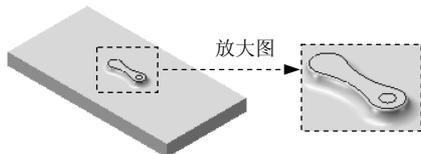

图 4.4.19 创建分割线 1
Step7. 创建图 4.4.19 所示的分割线 1。
(1) 选择命令。选择下拉菜单 **插入(I)** → **曲线(C)** → **分割线(S)...** 命令，系统弹出“分割线”对话框。
(2) 定义分割类型。在“分割线”对话框 **分割类型(T)** 区域中选中 **投影(P)** 单选项。